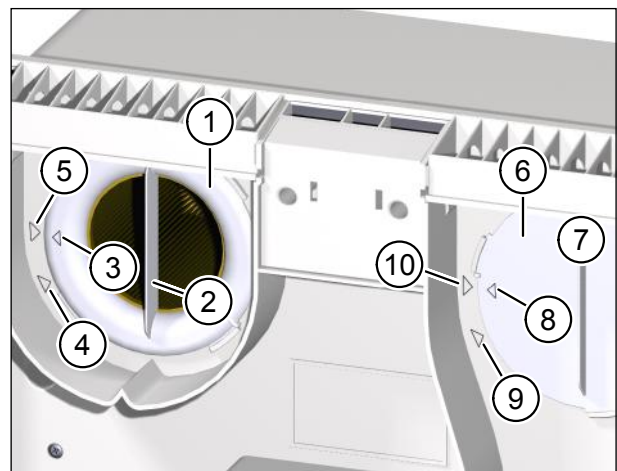

Abb. 13: Filterring und Filterdeckel einsetzen
- ▶ Setzen Sie den Filterring (Pos. 1 in Abb. 13) auf den Abluftfilter auf. Achten Sie darauf, dass der Filterring bündig auf der Zwischenplatte aufliegt.
- ▶ Achten Sie darauf, dass der Filterring so orientiert ist, dass der Pfeil auf dem Filterring (Pos. 3 in Abb. 13) mit dem Pfeil der Entnahmeposition (Pos. 4 in Abb. 13) fluchtet.
- ▶ Drehen Sie den Filterring im Uhrzeigersinn bis der Pfeil auf dem Filterring (Pos. 3 in Abb. 13) mit dem Pfeil der Arretierposition (Pos. 5 in Abb. 13) fluchtet.
- ▶ Setzen Sie den Filterdeckel (Pos. 6 in Abb. 13) auf den Zuluftfilter auf. Achten Sie darauf, dass der Filterdeckel bündig auf der Zwischenplatte aufliegt.
- ▶ Achten Sie darauf, dass der Filterdeckel so orientiert ist, dass der Pfeil auf dem Filterdeckel (Pos. 8 in Abb. 13) mit dem Pfeil der Entnahmeposition (Pos. 9 in Abb. 13) fluchtet.
- ▶ Drehen Sie den Filterdeckel im Uhrzeigersinn bis der Pfeil auf dem Filterdeckel (Pos. 8 in Abb. 13) mit dem Pfeil der Arretierposition (Pos. 10 in Abb. 13) fluchtet.
- ▶ Kontrollieren Sie die Position von Filterring (Pos. 1 in Abb. 13) und Filterdeckel (Pos. 6 in Abb. 13). Die Griffleisten (Pos. 2 und 7 in Abb. 13) müssen senkrecht stehen.